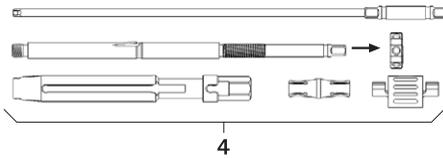

Afb. 1
- Demonteer het vergrendelingsschroeven-inbreng-instrument met de steeksleutel SW6, zie Afb. 1.